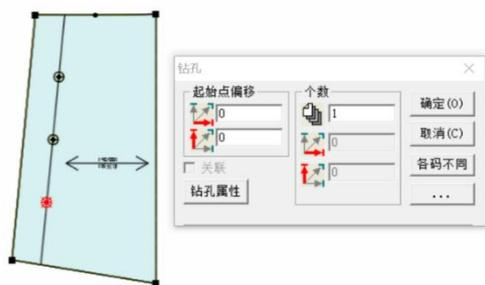
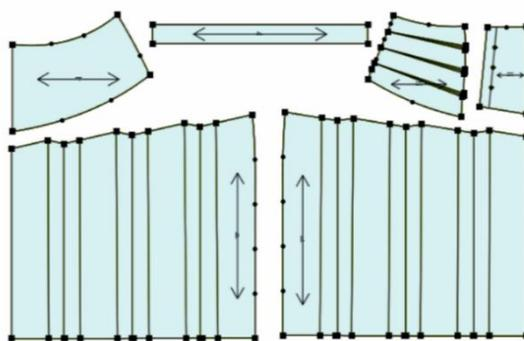

图 5-1-5 设置扣位
图 5-1-6 育克褶裙 2D 制板
(6) 用“（剪刀）”工具将各裁片裁剪为纸样裁片，鼠标右键转换为“拾取辅助线”工具，将各裁片内部的褶位拾取；用“（钻孔）”工具在前育克扣位进行扣位定位，如图 5-1-5 所示；用“（布纹线）”工具调整各裁片布纹方向，完成育克褶裙 2D 制板，如图 5-1-6 所示。
(7) 通过菜单“文档→输出 ASTM 文件”输出另存为“育克褶裙.dxf”格式文件，方便与 3D 试衣软件系统对接。